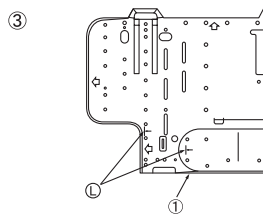

Fig. 3-7
③ Если труба с раструбом должна быть укрепена на стене заранее: (Fig. 3-7)